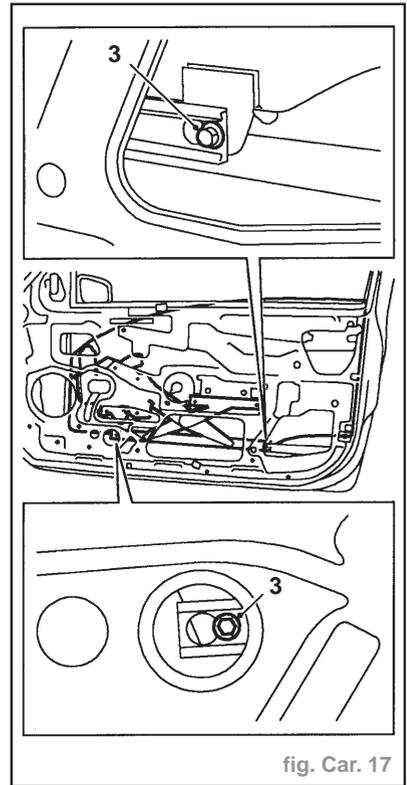

fig. Car. 17
- Desserrer les boulons maintenant la glace sur le lève-glace (3) (fig. Car. 17).